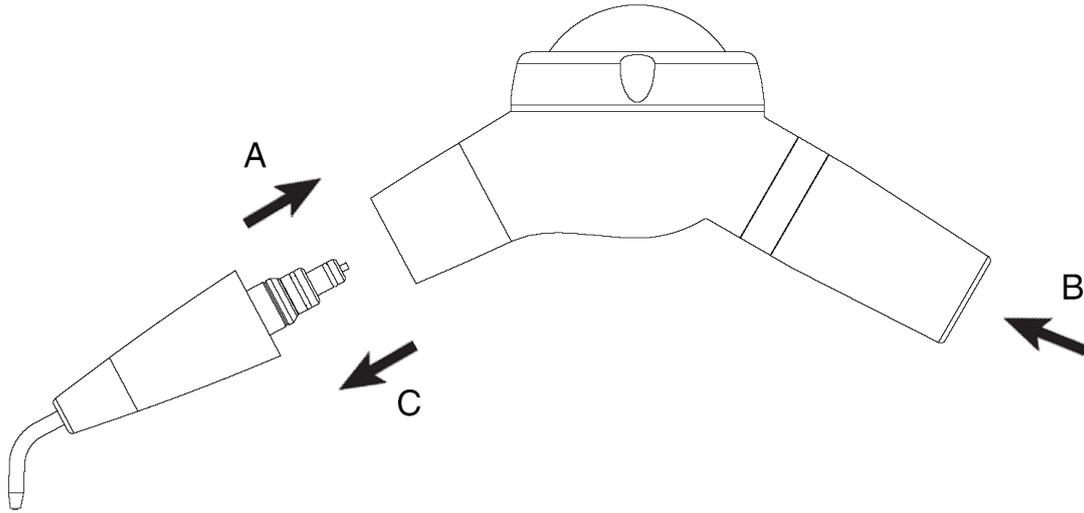

Fig. 3
1. Вставьте пескоструйную насадку в аппарат (стерильный) (см. рис.3 - Ref.A) до защелкивания;
2. Подключите **Easyjet pro** к турбинному шлангу установки (см. рис.3 - Ref.B);
1. Отсоедините пескоструйный носик от корпуса **Easyjet pro** (см. рис.3 - Ref.C).
4. Подсоедините пескоструйный носик к аппарату **Easyjet pro** (см. рис.3 - Ref.A).
1. Отсоедините пескоструйный носик от главного корпуса аппарата **Easyjet pro** (см. рис.3 - Ref.C).
1. Отсоедините пескоструйный носик от корпуса аппарата **Easyjet pro** (см. рис.3 - Ref.C).